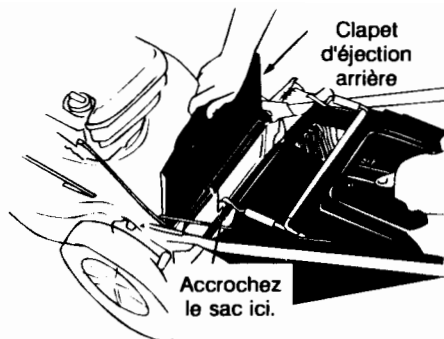

Figure 14-Pour modèles avec arrière roue de 14 po.
- **Pour modèles avec arrière roue de 14 po.** Enfoncez les crochets du sac à herbe dans la tige de porte. Voir la figure 14. Refermez le clapet arrière.